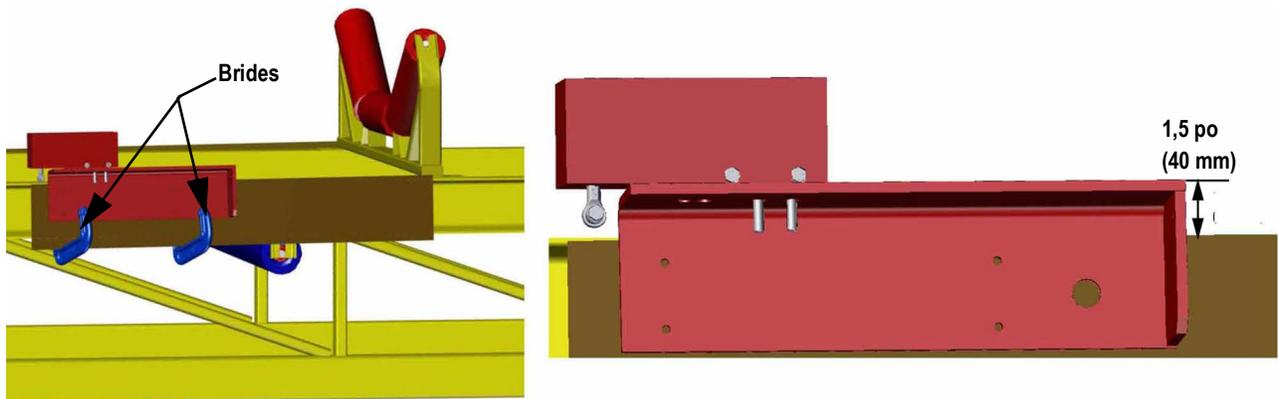

Figure 2-5. Utilisez des brides pour positionner l'ensemble soudé
- À l'aide de brides, placez chaque ensemble soudé en position correcte. Le haut de la barre peseuse doit être positionné 1,5 po (38,1 mm) au-dessus du longeron, de façon à assurer un dégagement pour la station rouleaux lorsqu'elle est reboulonnée en position (voir Figure 2-5). Assurez-vous que l'extrémité longue des bras de levier est dirigée dans le sens de déplacement de la bande transporteuse.